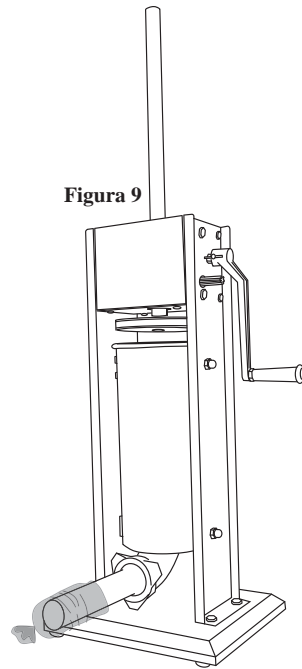

Figura 9
6. Deslice un forro en el extremo del **embudo de relleno** hasta que se haya deslizado completamente en el **embudo** (figura 9).